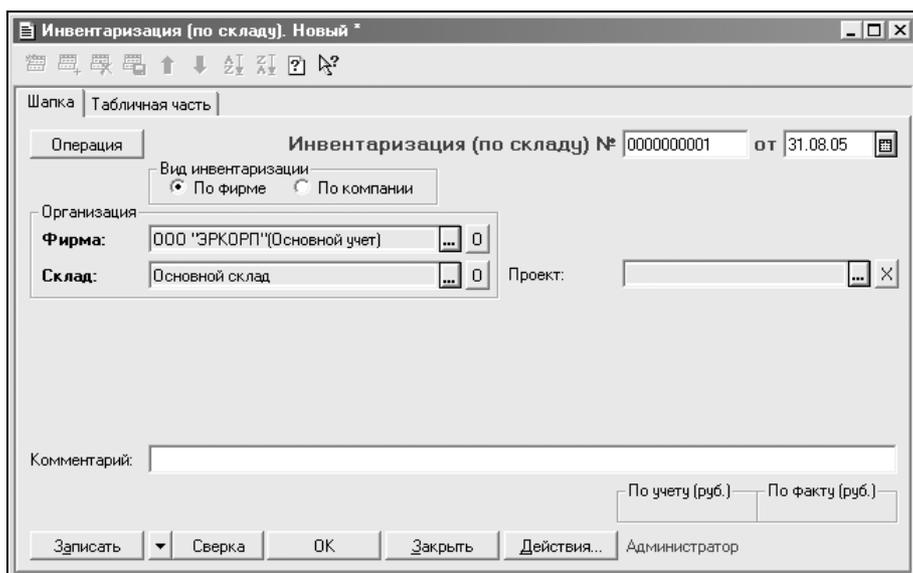

Рис. 6.102. Диалоговое окно **Инвентаризация (по складу)**. Вкладка **Шапка**
1. Сформируйте документ **Инвентаризация**. Для этого выберите **Журнал складских документов** группы **Склады** меню **Документы**, а в меню **Действия** — пункт **Новый**. В предложенном списке перейдите к пункту **Инвентаризация по складу**. Программа откроет диалоговое окно (рис. 6.102).
2. В диалоговом окне **Инвентаризация (по складу)** на вкладке **Шапка** (см. рис. 6.102) выполните следующее.